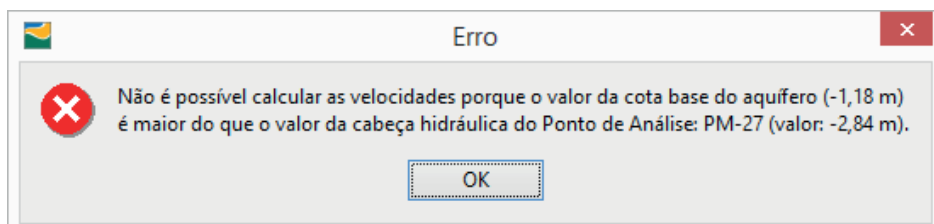

Figura 4.8 Mensagem de erro da cota base do aquífero.
4.14. O que significa a mensagem de erro da Figura 4.8: “Não é possível calcular as velocidades porque o valor da cota de base do aquífero é maior que o valor do potencial hidráulico do ponto de análise”?